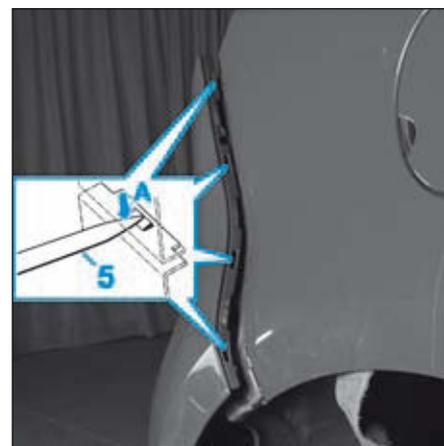

FIG.105
- Insérer un tournevis plat (5) entre le bouclier et les ailes arrière (Fig.105).
- Appuyer sur les agrafes flèches (A) pour désolidariser le bouclier des ailes arrière.